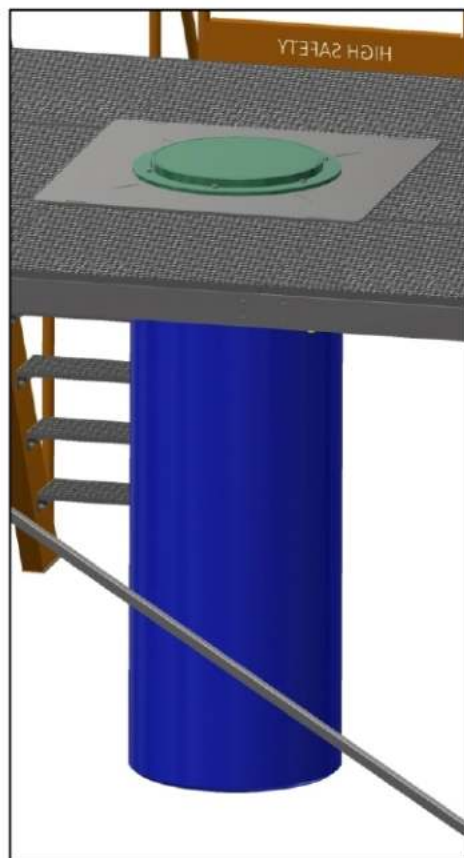

рис. 20
2. Снизу замкнутое пространство надевается на основание и опирается на пол. По месту сверлятся отверстия диаметром 12,5 мм и замкнутое пространство крепится к основанию болтами М12х50 с шайбами (по 2 шт. на болт) и гайками. Болты устанавливаются головкой болта внутри замкнутого пространства (рис. 20).